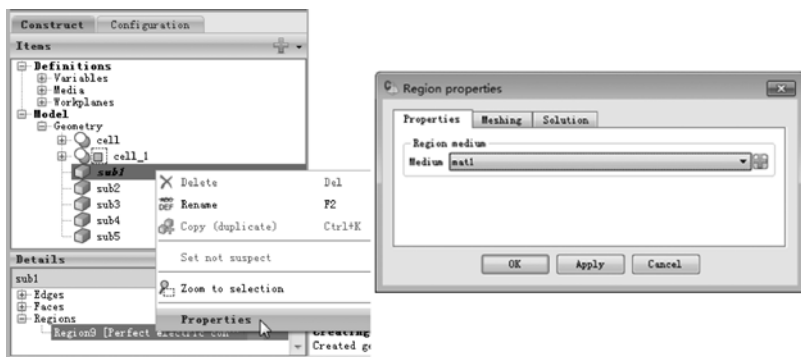

图 6-27 设置 sub1 体的材料属性为“mat1”
1) 在左侧的树形浏览器的“Geometry”结点中，选中模型“sub1”，在左下角的“Details”中，展开“Regions”结点，选择所有的体，单击鼠标右键，选择“Properties”选项，弹出“Region properties”对话框，如图 6-27 所示，进行如下设置。